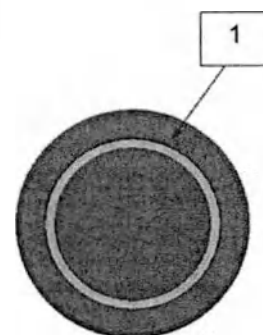

Рисунок 3.3.29 – Педаль и кнопка декомпрессии (а) и регулятор пульта управления компрессией (б)
– **РУЧНАЯ ДЕКОМПРЕССИЯ:** осуществляется при нажатии оператором педали 2 или кнопки 3 ножные переключателей компрессии или multifunctional pedals (Figure 3.3.29, a) or with the help of turning the manual control lever 1 clockwise (Figure 3.3.29, b)
Указатель поля рентгеновского излучения автоматически включается при нажатии на педаль компрессии или повороте регулятора ручного пульта управления компрессией. Также, указатель поля рентгеновского излучения может быть включен нажатием кнопки 5 на ПУ съемочным штативом (Рисунок 3.3.29). При включении указатель поля будет гореть в течение 20 секунд.